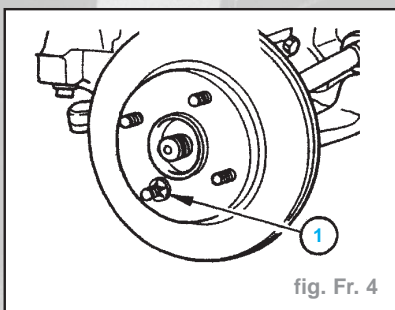

fig. Fr. 4
- Enlever la fixation (1) du disque, puis déposer le disque du moyeu (fig. Fr. 4).